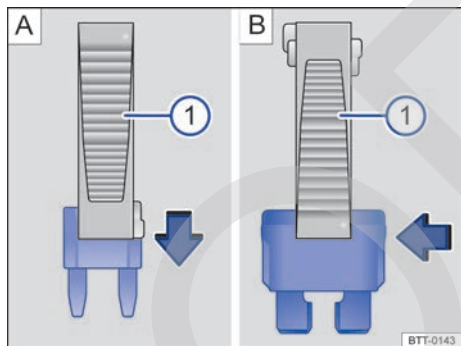

Fig. 163 Quitar o instalar un fusible con la garra de la pinza de plástico ①.
- De ser necesario, retirar la pinza de plástico → fig. 163 ① de la cubierta de la caja de fusibles.
- En caso de *fusibles pequeños*, encajar la garra ① por encima → fig. 163 A.
- En caso de *fusibles mayores*, empujar la garra ① lateralmente sobre el fusible → fig. 163 B.